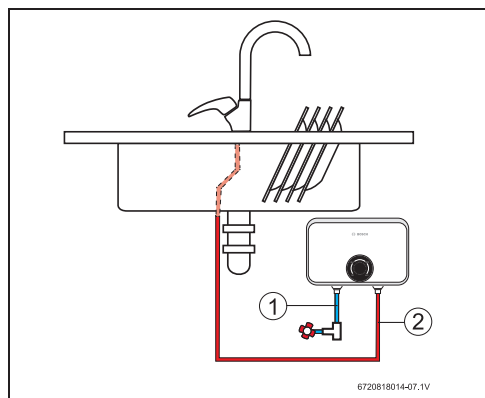

Fig. 21 Ejemplo de instalación
- Móntese sólo como se muestra en Fig. 21 con las conexiones de agua situadas en la parte inferior. Recuerde que debe mantener la longitud de tubería de agua caliente al mínimo, a fin de ahorrar energía.